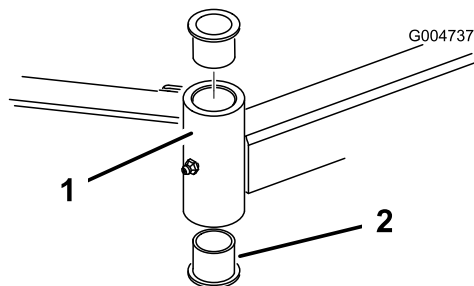

Figure 89
4. Insérez un chasse-goupille dans le haut ou le bas du tube de montage et chassez la bague hors du tube (Figure 89).